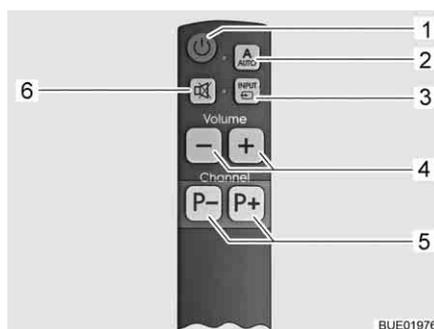

Fig. 27 Telecomando semplificato (opzionale)
- Premere il tasto AUTO (Fig. 26,2 o Fig. 27,2) per 1 secondo. Televisore e unità di comando si accendono.
- Premere i tasti di selezione programma (Fig. 26,4 o Fig. 27,5), finché non è selezionato il programma televisivo desiderato.
- Premere il tasto INPUT (Fig. 26,3 o Fig. 27,3) le volte necessarie per selezionare la sorgente del segnale desiderata.
- Per tornare all'indicazione del canale del satellite, premere il tasto INPUT (Fig. 26,3 o Fig. 27,3) le volte necessarie per selezionare la sorgente del segnale DVB-S2.
- Premere il tasto AUTO (Fig. 26,2 o Fig. 27,2).
- Premere il tasto On/Off del televisore (Fig. 26,1 o Fig. 27,1). L'unità di comando non si accende e l'antenna rimane in posizione di parcheggio.
- Premere il tasto INPUT (Fig. 26,3 o Fig. 27,3) le volte necessarie per selezionare la sorgente del segnale desiderata (ad es. DVD).
- Per spegnere il televisore, premere il tasto On/Off del televisore (Fig. 26,1 o Fig. 27,1).